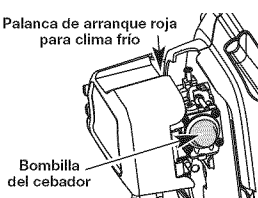

Fig. 6
- SI HAY FRÍO...** En tiempo de frío (por debajo de 40°F), mueva hacia abajo la palanca de arranque roja para clima frío (Fig. 6) a fin de ponerla en la posición cerrada, y continúe con el paso 3. **NO** mueva esta palanca si la temperatura está por encima de 40°F.
3. Oprima completamente y libere la pera del cebador 10 veces, lentamente. Deberá verse alguna cantidad de combustible en la pera del cebador (Fig. 6). Si no puede ver combustible en la pera, oprima y suelte la pera tantas veces como sea necesario hasta que vea combustible en la misma.
5. Oprima y mantenga oprimido el botón ON (I) del arrancador eléctrico o del Power Bit Start™ equipado con taladro a intervalos no mayores de 2 segundos hasta que la unidad arranque.